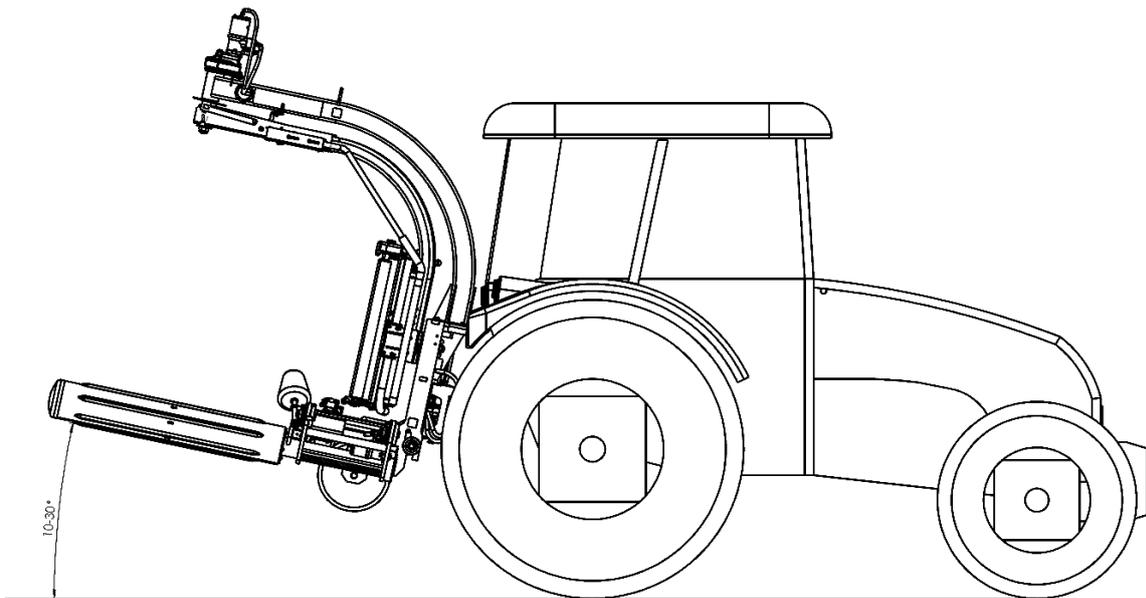

Abbildung 19. Transportstellung
3. Den Ballenwickler in die Transportposition anheben (**Abb. 19**).